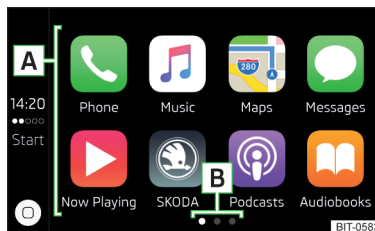

Abb. 154
- ▶ Im Hauptmenü Apple CarPlay die gewünschte Anwendung im Bereich **A** » Abb. 154 auswählen.